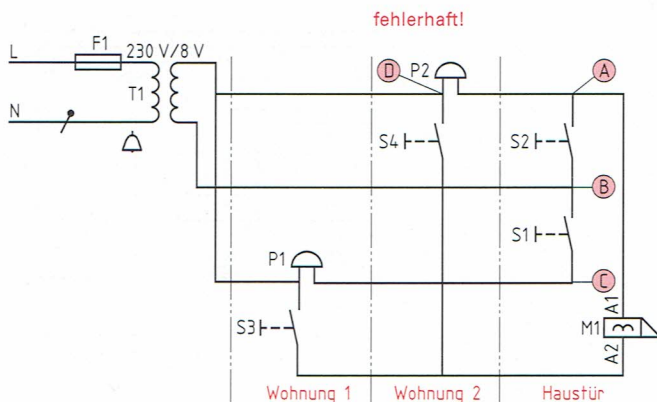

Bild 4: Klingel- und Türöffnerschaltung für zwei Wohnungen
In einem Wohnhaus sind die Taster an der Haustür so zu schalten, dass ihre Anordnung von unten nach oben der Lage der Wohnungen entspricht (**Bild 4**).
Bild 4: Klingel- und Türöffneranlage für ein Wohnhaus mit drei Wohnungen, a) Stromlaufplan in zusammenhängender Darstellung, b) Stromlaufplan in aufgelöster Darstellung, c) Übersichtsschaltplan
6. Die Klingel- und Türöffnerschaltung **Bild 4** hat einen Schaltungsfehler. Welche Schaltverbindung ist zu korrigieren, damit der Türöffner funktioniert?